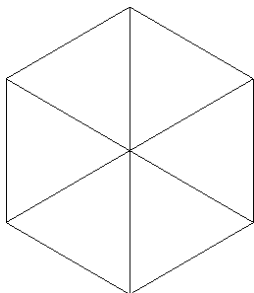
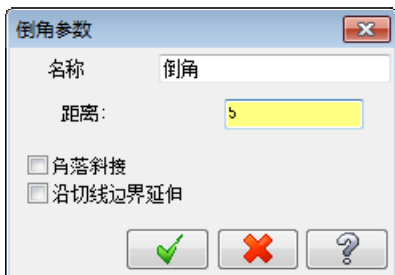

图 7-60 单一距离倒角实例
图 7-61 “倒角参数”对话框
- ① 在“文件”工具栏中单击“打开文件”按钮，打开如图 7-60 所示的图形。
- ② 再次选择主菜单中的“实体管理器” | “倒角” | “单一距离倒角”命令，或单击“实体管理器”工具栏中的“实体倒圆角”按钮右边的三角下拉按钮，在弹出的下级菜单中单击“单一距离倒角”按钮.
- ③ 根据系统提示“选取倒角图素”，选择立体的上表面作为倒角图素，并按回车键。
- ④ 系统弹出“倒角参数”对话框，输入倒角距离 5，其他选项均为系统默认值，如图 7-61 所示。